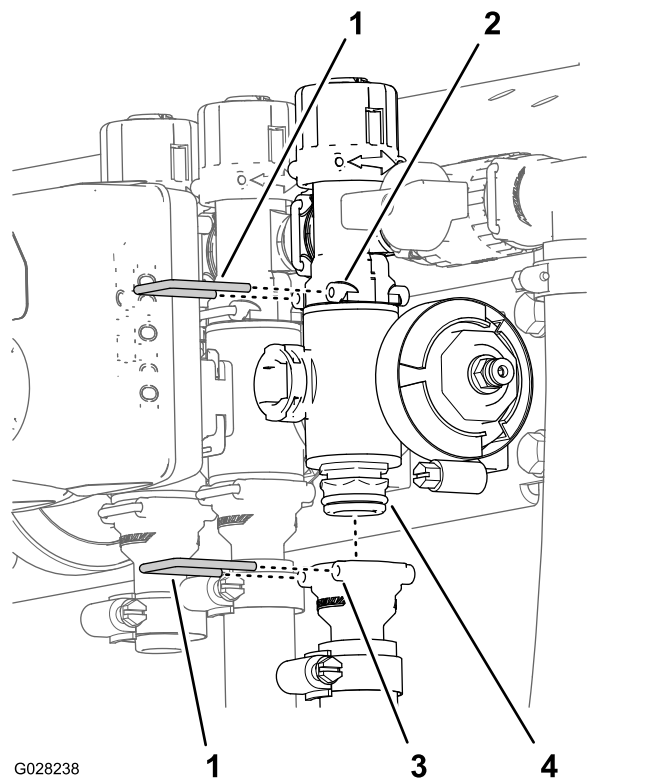

Figura 120
2. Retire os retentores que fixam a união de saída ao coletor da válvula da secção e o coletor da válvula da união de derivação (Figura 120).